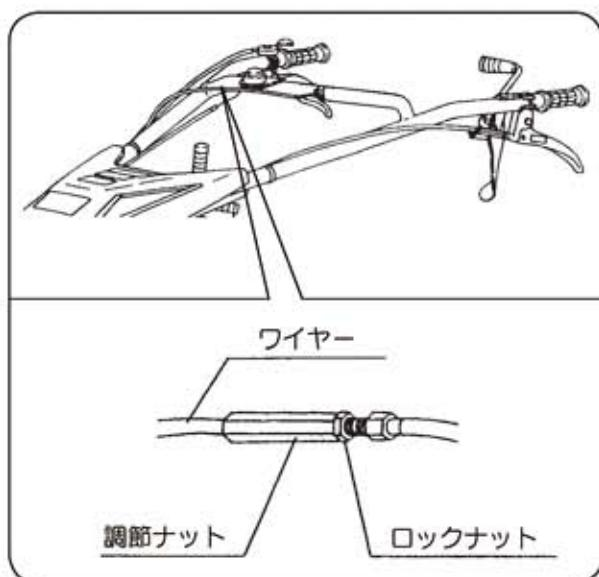

図29
- ①ロックナットをゆるめます。 (図29)
- ②調節ナットを回してハンドルの上下が移動出来るように調整して、ロックナットを締めつけます。 (図29)